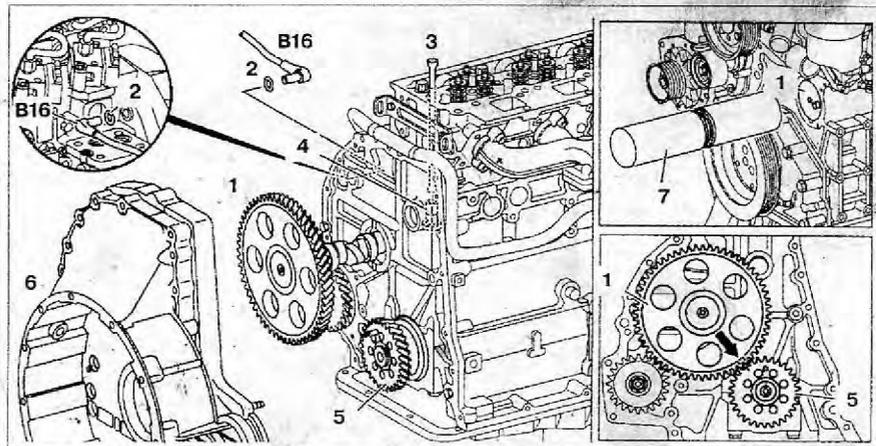

Рис. 3.9. Распределительный вал:
4. Извлеките штанги толкателей **3** (рис. 3.9).